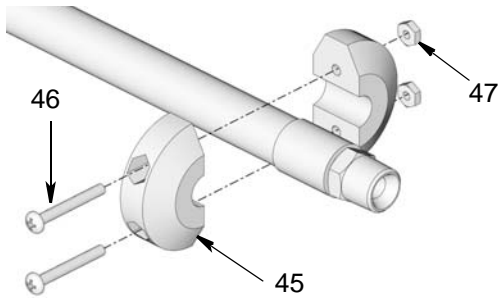

ABB. 14
- Die Kugelarrretierung und das Dispensventil wieder anbringen (ABB. 14).
- Schraubzwinde abnehmen (A).